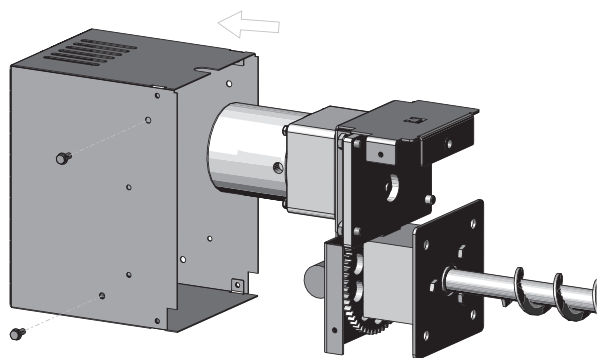

Fig. 219
- ▶ Abdeckung bei Motor entfernen – Fig. 219.